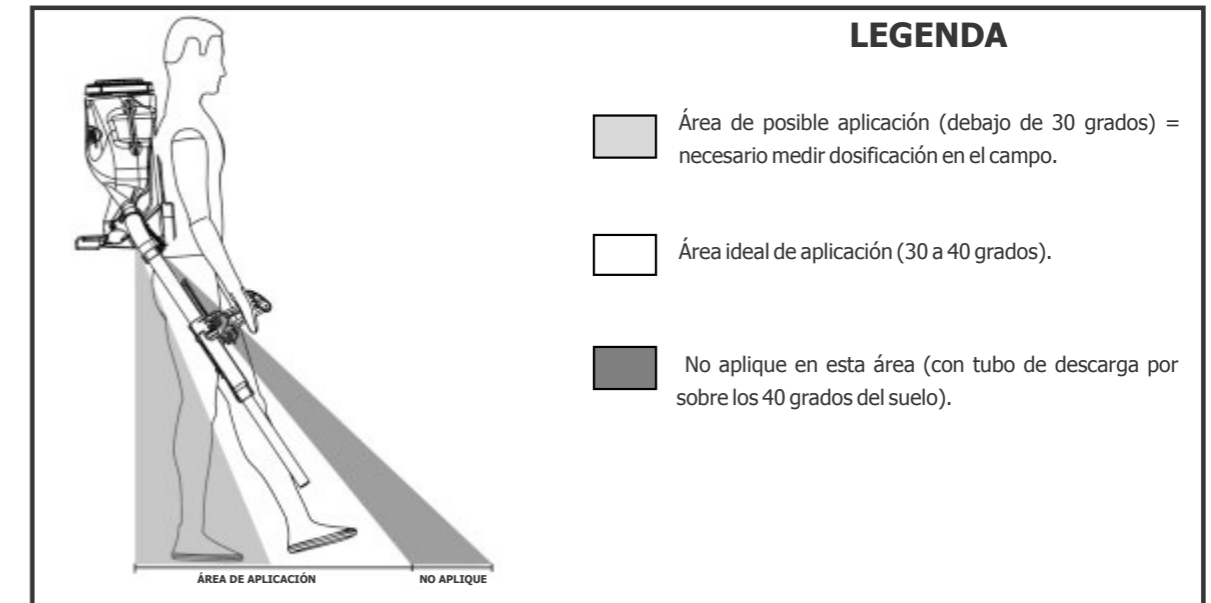

FIGURA 7 Recomendaciones de posicionamiento del equipo durante el uso.
Para la correcta operación y dosificación con el Aplicador Dorsal de Granulados Guarany, siga siempre la recomendación de la **Figura 7** a la hora del posicionamiento del equipo durante el uso.
**Nota:** El área ideal de aplicación (punto del próximo paso del operador) corresponde a una gama de entre 30 y 40 grados de inclinación; sin embargo, el equipo puede ser utilizado en ángulos menores que 30 grados, conforme **Figura 7**, pero en este caso, recomendamos que el operador efectúe las mediciones de dosificación.
El uso del equipo fuera de las condiciones recomendadas en la **Figura 7**, o sea, con el tubo de descarga posicionado a una inclinación superior a los 40 grados del suelo, acarreará su mal funcionamiento, resultando en consecuencia en un escurrimiento irregular del producto (del tanque hasta la salida), imprecisión en las dosificaciones o incluso, el propio no escurrimiento del producto.
**b)** Coloque el equipo en la espalda y en posición de operación, con el tubo de descarga apuntando hacia abajo (conforme **Figura 7**), dispare el gatillo del comando sobre un recipiente de recolección;